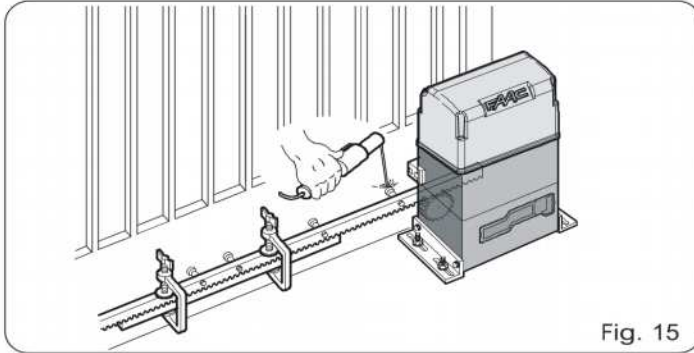

Fig. 15
- 5) Acerquen otro elemento de cremallera al precedente, utilizando para sincronizar la dentadura de los dos elementos, un trozo de cremallera como se indica en la Fig. 15.
- 5) Acerquen otro elemento de cremallera al precedente, utilizando para sincronizar la dentadura de los dos elementos, un trozo de cremallera como se indica en la Fig.15.